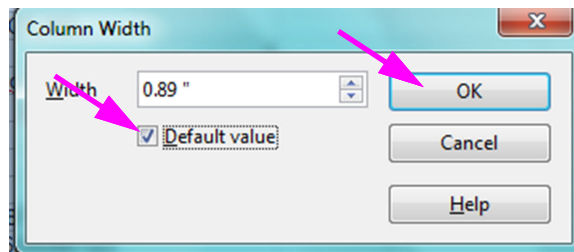

Figura 5-67. Cuadro de diálogo Column Width (Ancho de columna)
- Aparecerá el cuadro de diálogo Column Width (Ancho de columna). Consulte la figura 5-67.